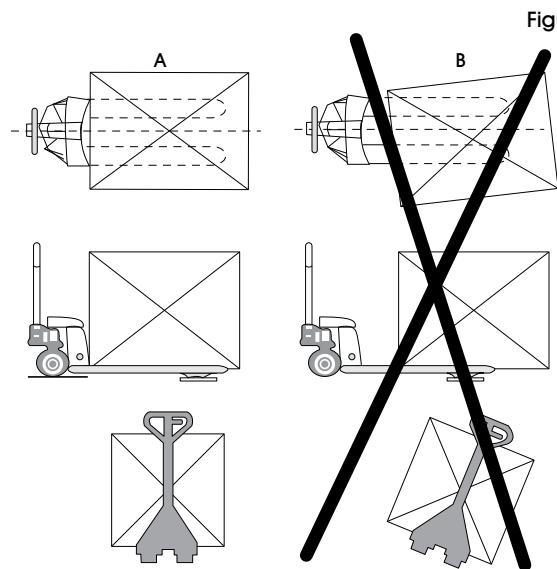

Figure 3
7. Positionnez toujours la charge au centre plutôt qu'à l'extrémité de la fourche. (Voir Figure 3)